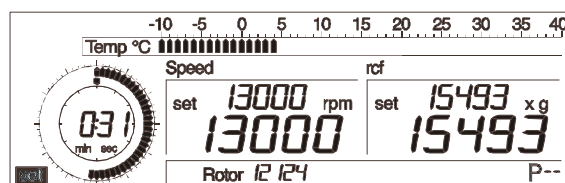

Abb. 5.11: Zeiteinstellung
- Drehen Sie den linken Drehknopf, bis im Anzeigenfeld "set" links unten im Display erscheint (siehe Abb. 5.11).